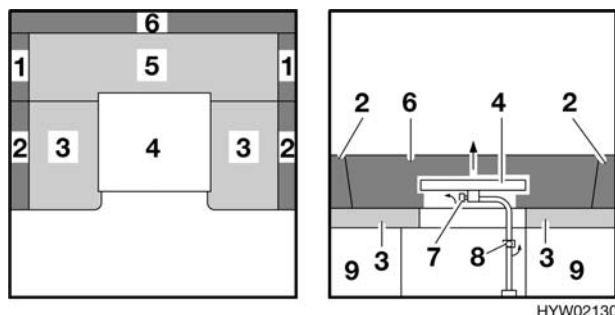

Fig. 95 Prima della trasformazione
- Svitare la vite di fissaggio (Fig. 95,7) sul lato inferiore del tavolo e sollevare il piano del tavolo (Fig. 95,4).
- Svitare la vite di fissaggio (Fig. 95,8) del piede del tavolo ed estrarre l'alto il piede del tavolo dal supporto.